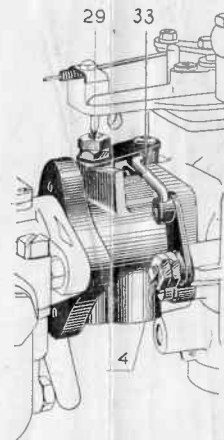

Fig. 34. — Vue montrant la liaison des papillons 4 et 29.
Entre ces deux appareils, est monté un corps (D) comportant, à l'intérieur, un papillon (29) qui ouvre ou ferme la communication entre le carburateur et le mélangeur. Les papillons (29) et (4) sont rendus solidaires l'un de l'autre par une biellette (voir fig. 34) et **ils sont montés tous deux de telle manière que l'ouverture de l'un correspond à la fermeture de l'autre.**